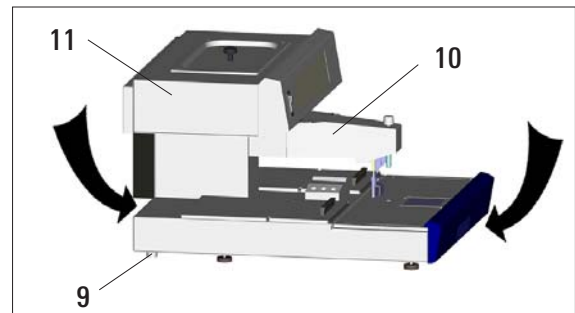

Fig. 4
- Pour soulever l'appareil (6) il est nécessaire de le fixer à l'avant et à l'arrière au socle du châssis (fig. 4) et de l'extraire du rembourrage (8).